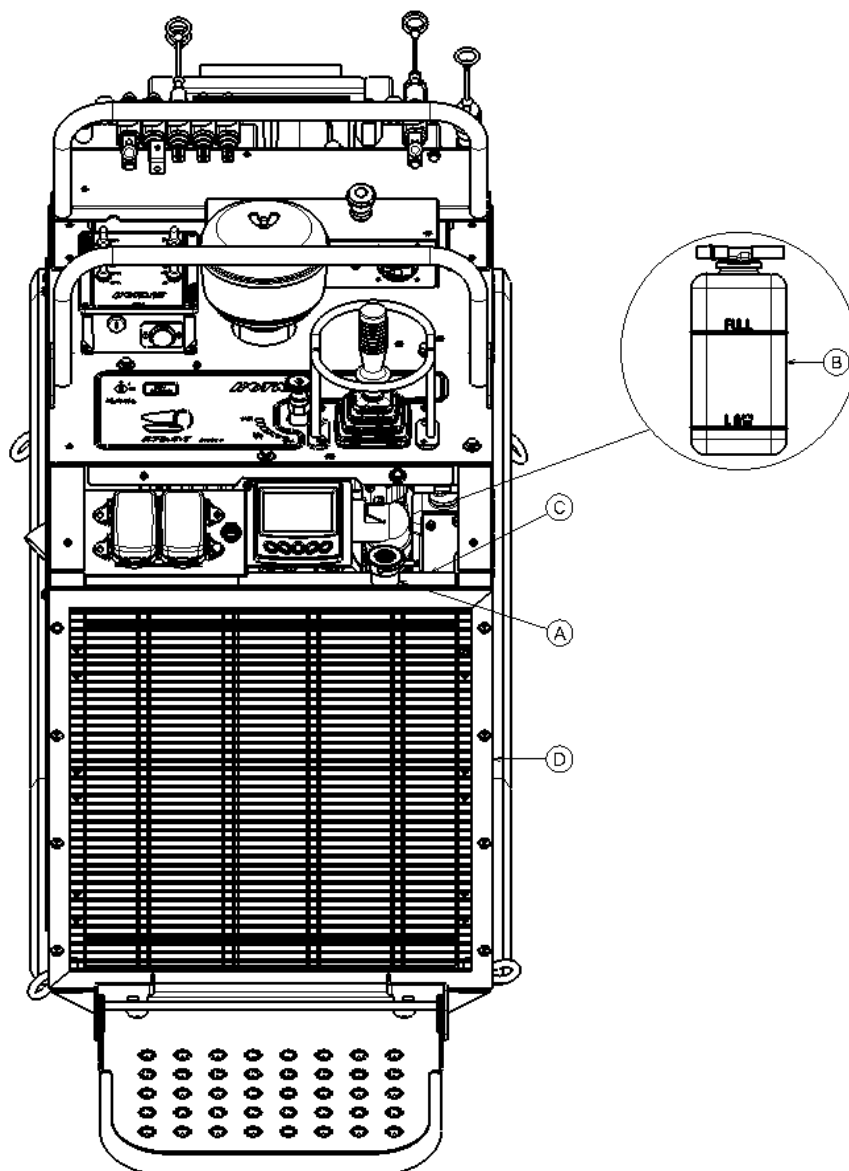

Figure 8
- Dévisser le bouchon de pression (A - Figure 8) et vérifier que le réfrigérant arrive au goulot de remplissage.
- Vérifier que le niveau du liquide de refroidissement dans le vase d'expansion (B - Figure 8) se trouve entre les repères LOW et FULL.
Contrôler périodiquement la propreté du radiateur (C - figure 8) et de sa grille de protection (D - figure 8) afin d'éviter la surchauffe de l'huile hydraulique et du liquide de refroidissement.